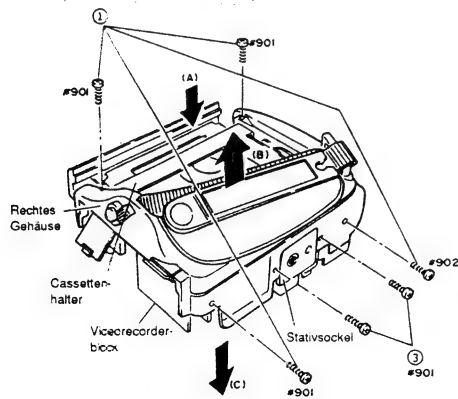

Abb. 2-27
- Vier (4) Befestigungsschrauben des rechten Gehäuses entfernen (siehe Abb. 2-27).
- Das rechte Gehäuse von dem Videorecorderblock in Richtung des Pfeiles (B) abnehmen, während der Cassettenehalter in Richtung des Pfeiles (A) gedrückt wird.
- Zwei (2) Befestigungsschrauben des Stativsockels entfernen.
- Den Stativsockel von dem rechten Gehäuse in Richtung des Pfeiles (C) entfernen.